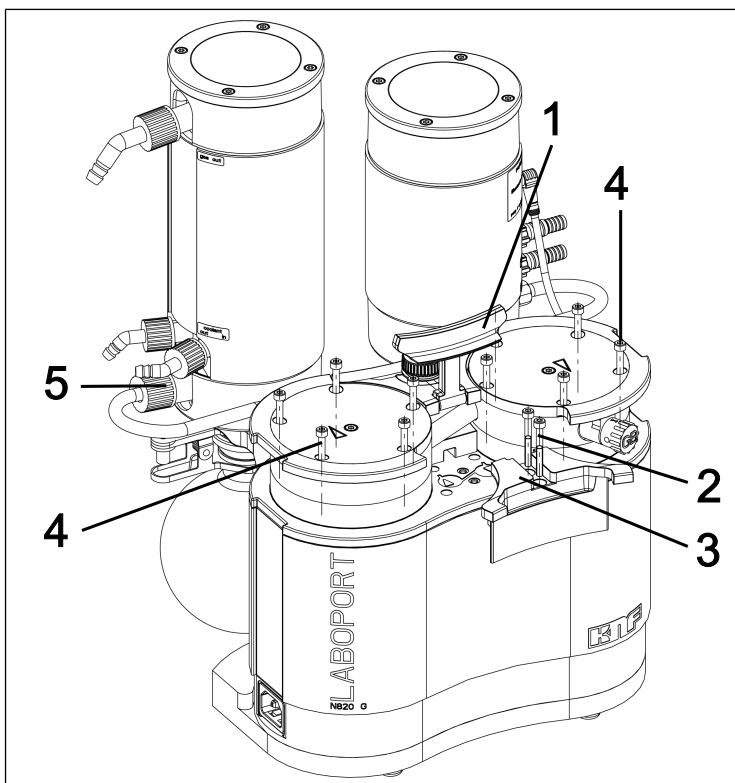

Fig.25: Desmontaje de la cubierta del asa
4. Aflojar la tuerca de unión de la conexión de manguera (**5**/ Fig. 25) del componente del sistema de vacío.
5. Poner el asa (**1**/Fig. 25) en posición vertical.
6. Aflojar los dos tornillos (**2**/Fig. 25) de la cubierta del asa (**3**/Fig. 25).
7. Retirar la cubierta del asa (**3**/Fig. 25).
8. Aflojar los 10 tornillos con cabeza exteriores (**4**/Fig. 25) de los dos cabezales de la bomba.
9. Extraer los 10 tornillos con cabeza exteriores (**4**/Fig. 25) de los dos cabezales de la bomba.
1. Hacer una marca continua con un lápiz en la placa de presión (2), la tapa del cabezal (3) y la placa intermedia (6). Esto evita el montaje posterior incorrecto de las piezas.
2. Extraer los tornillos exteriores (4/ Fig. 25) de los cabezales de la bomba.
9. Colocar los 10 tornillos exteriores (4/ Fig. 25) en el cabezal de la bomba y apretarlos de forma cruzada (par de apriete: SC820G: 4 Nm; SC840G: 5 Nm)
i Si no se utilizan tornillos exteriores (4/ Fig. 25) en el cabezal de la bomba, soltar el tornillo con cabeza interior (1) y comprobar el asiento de la tapa del cabezal (3) en la placa intermedia (6).
11. Apretar a mano la tuerca de unión de la conexión de manguera (5/ Fig. 25) del condensador de alto rendimiento (2/ Fig. 3).
1. Montar la cubierta del asa (**3**/Fig. 25).
2. Apretar los tornillos (**2**/Fig. 25) de la cubierta del asa (**3**/Fig. 25) (par de apriete: 2 Nm).